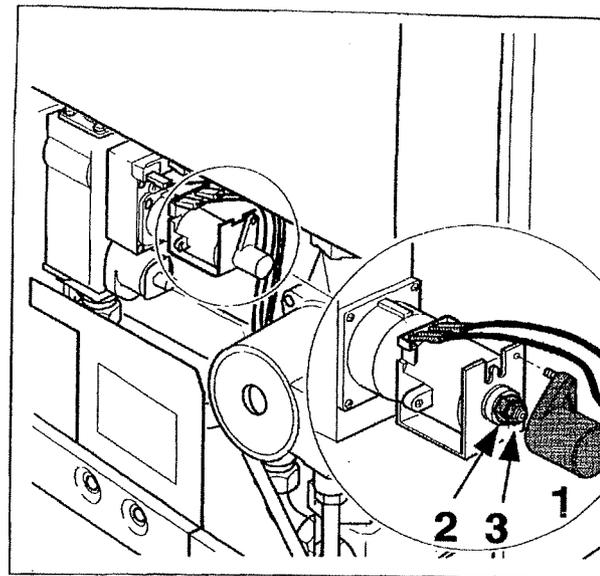

Fig. 40 Regolazione della pressione del bruciatore
- ◆ Nel caso di scostamenti, togliere il coperchietto della bobina di modulazione svitando l'apposita vite (Fig. 40, punto 1) e regolare la pressione con una chiave da 9 (Fig. 40, punto 2).
- ◆ Nel caso di scostamenti, togliere il coperchietto della bobina di modulazione svitando l'apposita vite (Fig. 40, punto 1) e regolare la pressione con una chiave da 7 (Fig. 40, punto 3).